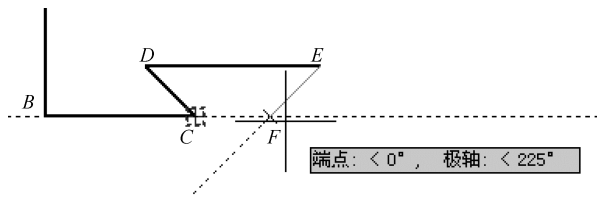

图 2-22 利用“对象捕捉追踪”功能确定点  $F$
(4) 移动光标至点  $C$  附近, 出现端点标记, 向右移动光标, 显示水平追踪辅助线和  $225^\circ$  追踪辅助线及相应提示时单击, 如图 2-22 所示, 确定点  $F$ 。